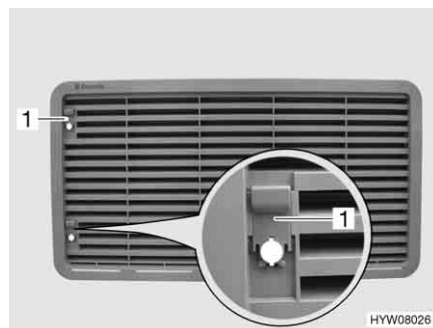

Fig. 146 Rejilla de ventilación del frigorífico (con corredera)
- Empujar la corredera (Fig. 146,1) hacia arriba.